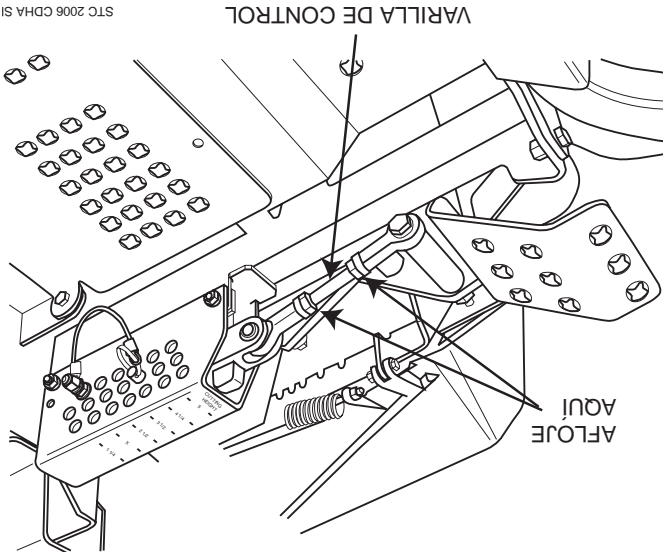
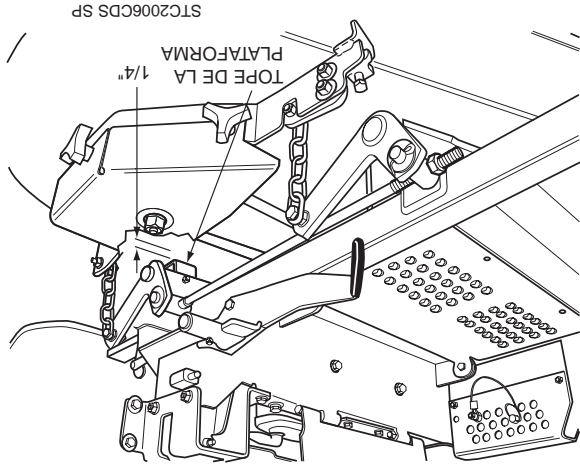

Figura 6-6. Ajuste de altura de la plataforma de corte
Figura 6-7. Tope de la plataforma de corte
2. Gire la varilla de control (Vea la Figura 6-6) hasta que haya un espacio de 1/4" entre el tope posterior de la plataforma y la parte superior de la plataforma de corte. Vea la Figura 6-7. Apriete las contratuercas en la varilla de control.
4. Verifique la medida desde el suelo hasta la punta de la cuchilla de corte. Si la medida no se encuentra en 3", puede realizarse un ajuste utilizando la varilla de control de altura de la plataforma. Vea la Figura 6-6.
1. Ponga la plataforma de corte en posición de transporte. Afloje las contratuercas en ambos extremos de la varilla de control de la altura de la plataforma. Vea la Figura 6-6.